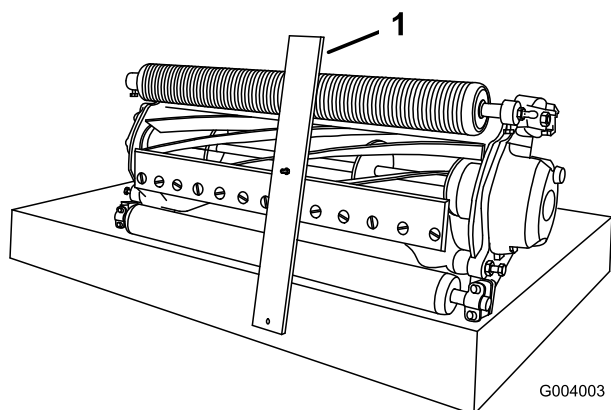

Figura 56
3. Enganche la cabeza del tornillo sobre el filo de la contracuchilla y apoye el extremo trasero de la barra sobre el rodillo trasero (Figura 56).